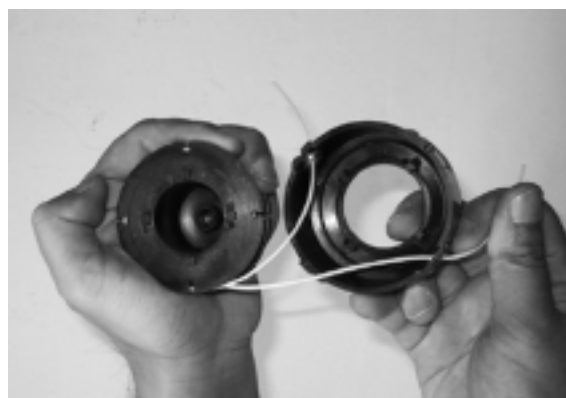

Fig. 20
7. Insérez le fil dans chaque orifice du support de bobine, et faites glisser la bobine dans ce support. (Fig. 20)